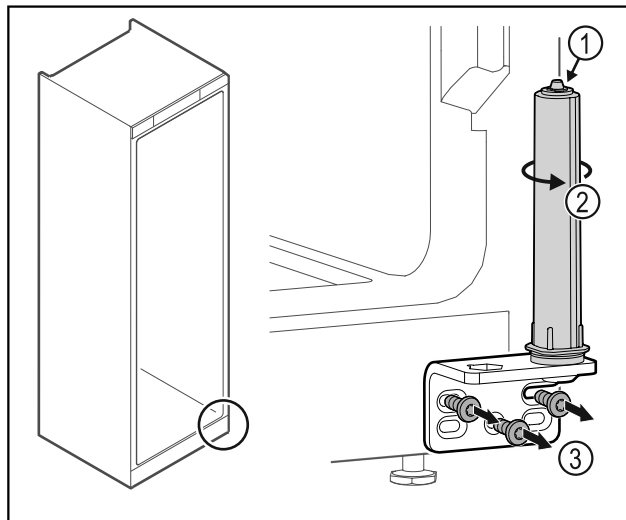

Fig. 39
- ▶ Dørlukkesystemet må ikke tas fra hverandre Fig. 39 (1).
- ▶ Drei på lukkesystemet Fig. 39 (2) til det sier klikk.
- ▶ Skru av hengselvinkelen Fig. 39 (3).